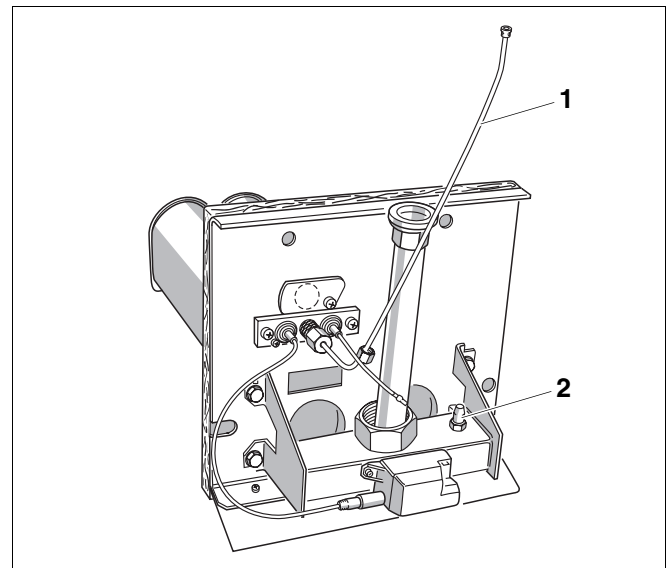

Abb. 58 Brenner anschließen
- Zündgasleitung (Abb. 58, **Pos. 1**) am Startbrenner lösen und Zündgasdüse gegen die der neuen Gasart austauschen.
- Verschlusschraube des Messnippels (Abb. 58, **Pos. 2**) am Gasverteilerrohr zwei Umdrehungen lösen und Messschlauch des U-Rohr-Manometers aufstecken.